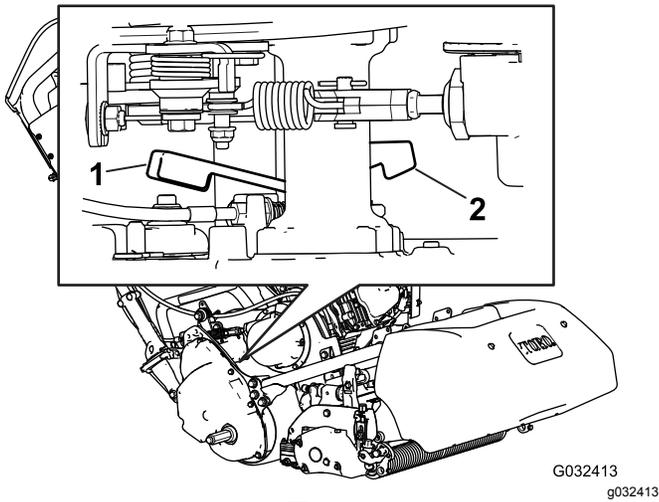

图30
1. 在机器的右后角找到靠近驱动装置壳体轮鼓的牵引接合/分离控制杆 图30。